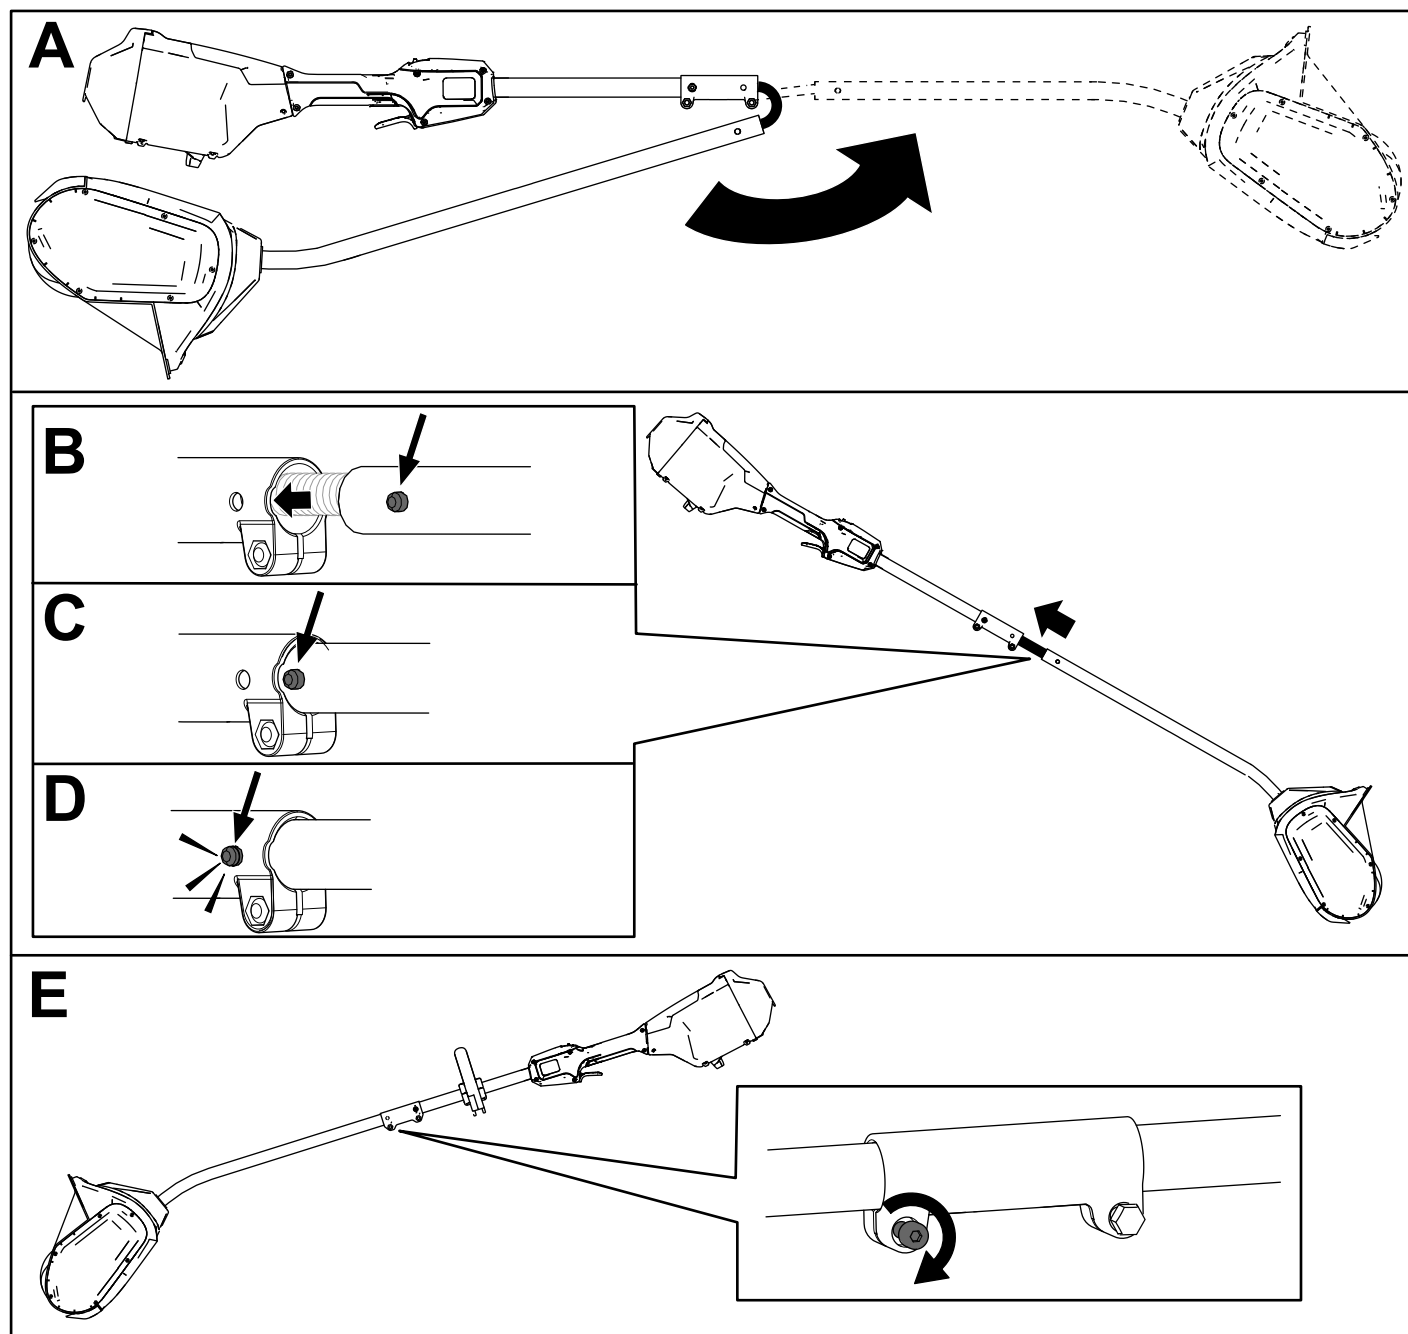

Рисунок 4
1. Разложите рукоятку (А на Рисунок 4).
2. Совместите фиксирующую кнопку на нижнем валу с прорезью на верхнем валу и сдвиньте 2 вала вместе (В и С на Рисунок 4).
Примечание: Фиксирующая кнопка защелкивается в прорези, когда валы закреплены (D на Рисунок 4).
3. С помощью шестигранного ключа затяните винт на соединителе вала до его фиксации (Е на Рисунок 4).